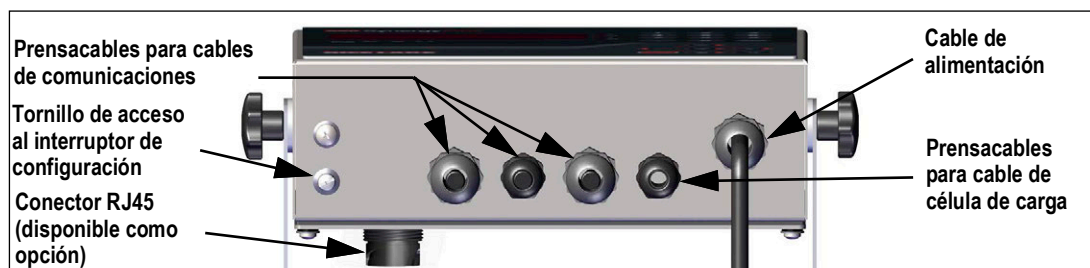

Figura 2-5. Asignación recomendada para los prensacables
El 680 lleva cinco prensacables en la base de la carcasa para la entrada de cables. Uno de los prensacables se utiliza para la fuente de alimentación y los otros cuatro sirven para el cable de la célula de carga y las entradas y salidas digitales serie, Ethernet, micro-USB o los cables de comunicaciones de salida analógica opcionales. Hay disponible una versión del visor 680 con conector RJ45 externo y tapón. El juego de piezas incluye conectores para cable que deben instalarse en los prensacables abiertos para evitar que entre humedad en la carcasa. Utilice el tapón incorporado para sellar el conector RJ45 opcional cuando no esté en uso. Consulte las secciones siguientes para instalar los cables que necesite según la aplicación de que se trate. La longitud de pelado del cable recomendada es de 7 mm (0,25 in) para todos los conectores del visor 680. Consulte la asignación recomendada para los prensacables del 680 en la Figura 2-5.
1. Inserte un cable de alimentación de 3 hilos (no incluido) en la carcasa a través del prensacables del cable de alimentación (Figura 2-5 en la página 11).